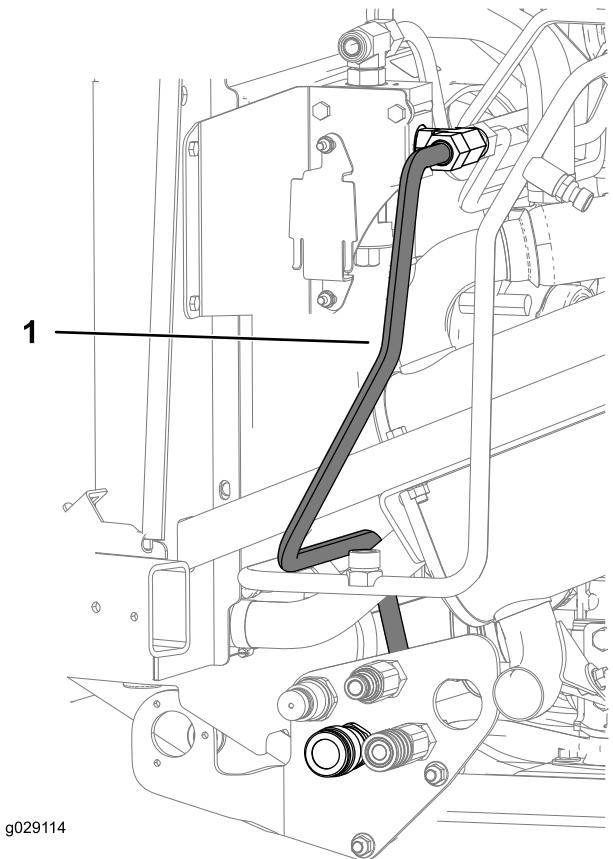

図 23
3. 図 23に示すように、油圧ホースBを、右側マニホールドアセンブリのT字アダプタフィッティング 5/8 インチ、オスから、バルクヘッドアセンブリのバルクヘッドカップラ 4.02 インチに取り付ける。